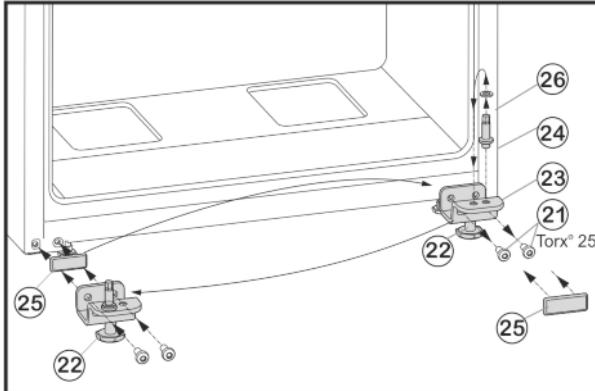

Fig. 8
- ▶ Открутите крепежные винты Fig. 8 (21).
- ▶ Снимите нижний опорный кронштейн Fig. 8 (23) вместе с опорным пальцем Fig. 8 (24), шайбой Fig. 8 (26) и регулируемой опорой Fig. 8 (22).
- ▶ Открутите опорный палец Fig. 8 (24) вместе с шайбой Fig. 8 (26) и, переставив в отверстие на противоположной стороне опорного кронштейна, снова прикрутите.
- ▶ Аккуратно снимите защитную пластину Fig. 8 (25) и переставьте ее на противоположную сторону.
- ▶ Прикрутите нижний опорный кронштейн Fig. 8 (23) вместе с опорным пальцем Fig. 8 (24), шайбой Fig. 8 (26) и регулируемой опорой Fig. 8 (22) с новой стороны шарнира (с моментом 4 Нм), при необходимости используйте аккумуляторный шуруповерт.
- ▶ Установите дверь сверху на опорный палец Fig. 8 (24).
- ▶ Выверните регулируемую опору Fig. 8 (22) на нижнем опорном кронштейне Fig. 8 (23) до ее соприкосновения с полом.